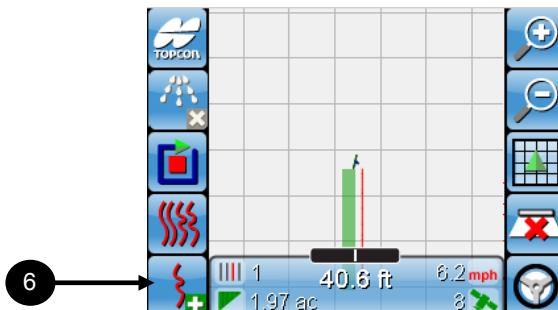

Figura 9-20. La ruta de guiado aparece paralela a la última pasada de cobertura
6. Nota: seleccione  (figura 9-20) en cualquier momento para cerrar (y guardar) el archivo de curvas adaptables actual y crear un nuevo archivo de curvas adaptables.